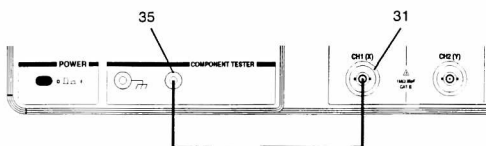
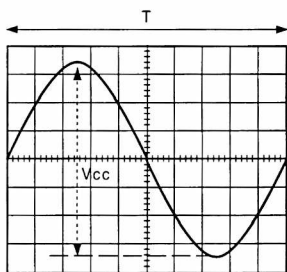

figure 9
figure 10
- mode de déclenchement (17) : AUTO
- Raccorder la douille de test (35) à l'entrée CH1 (31) en utilisant une sonde 1/10 (figure 9).
- la sensibilité verticale (34) : 0.5 V/div
- le coefficient de balayage (18) : 2 ms/div
- En cas de défilement du signal à l'écran, ajuster le niveau de déclenchement avec le potentiomètre LEVEL (14) jusqu'à l'obtention d'une image stable (figure 10).